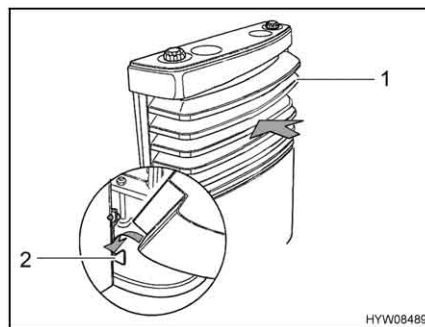

Fig. 144 Copertura del riscaldamento,
- Montare la copertura del riscaldamento. A tale scopo, collocare la copertura (Fig. 144,1) sui supporti inferiori (Fig. 144,2).